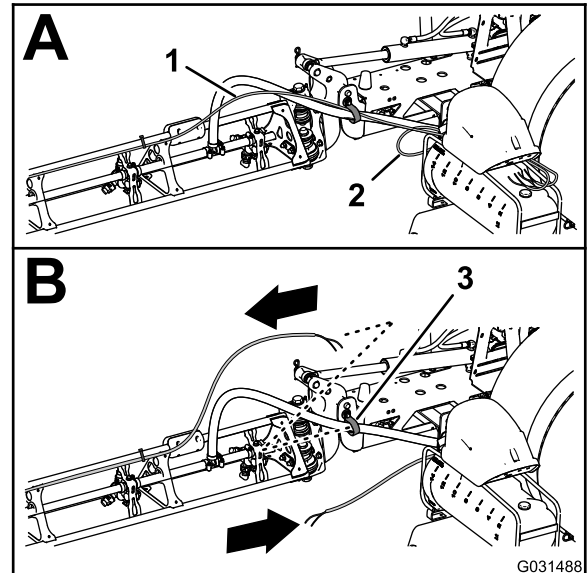

図 24
5. 左右のブームで、泡ノズルからチューブを外し、ブームの支点近くにある R クランプから抜き出す 図 24。